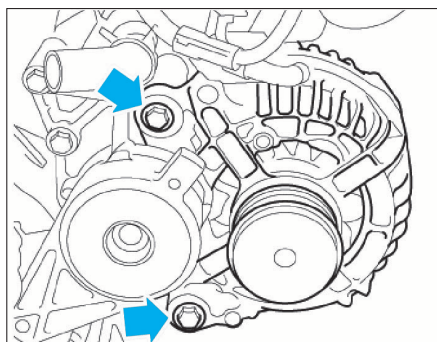

FIG. 11
- Déposer l'alternateur (Fig.11).